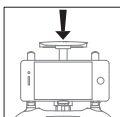

Imagen 5
2. Coloque el móvil en la posición de sujeción, suelte los clips ajustados del auricular, la abrazadera apretará automáticamente el teléfono móvil (Imagen 5/6).